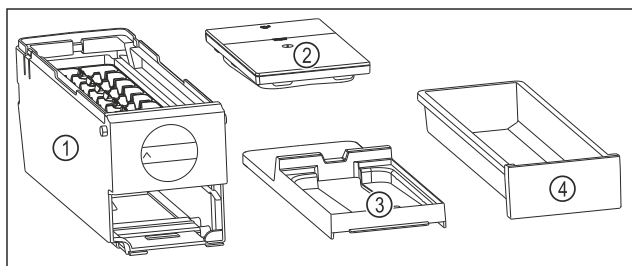

Fig. 143 Az EasyTwist-Ice alkotórészei
- ▶ Az EasyTwist-Ice egység négy darabra van szétszedve. (lásd Fig. 143)
- ▶ Az EasyTwist-Ice egységet csak az ábrázolt alkotóelemekre szedje szét. (lásd Fig. 143)
- ▶ Az EasyTwist-Ice testét Fig. 143 (1) egy egységként tisztítsa.